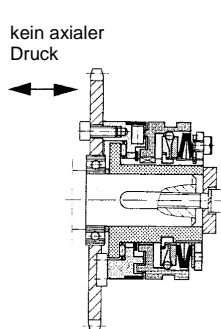

Bild 4
- ❑ Kupplung axial spielfrei montieren, z. B. mit Pressdeckel (Bild 4) (wegen Genauigkeit des Endschalters).
- ❑ Keinen axialen Druck auf die Kupplung ausüben, z. B. durch versetzten Kettenzug oder axiale Verspannungen bei der Montage des Antriebselementes (Bild 4).